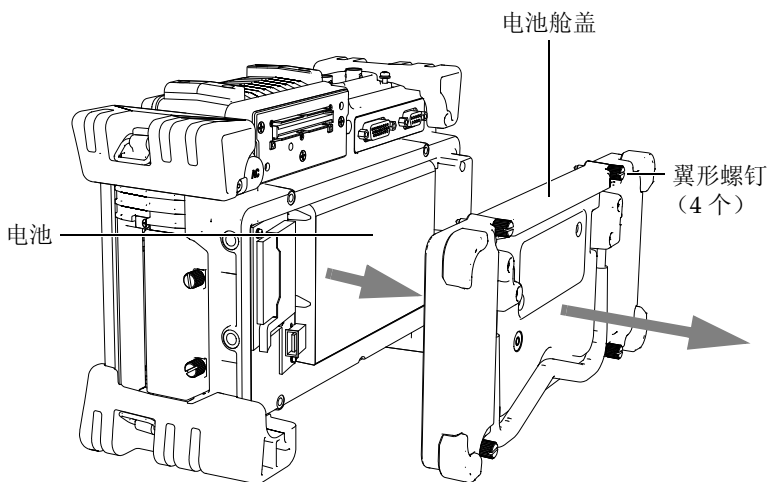

图 2-5 打开电池舱
电池被放置于可以从 EPOCH™ 1000 系列仪器后部打开的电池舱内（参见第 39 页的图 2-5）。
2. 拧下仪器后面电池舱盖上的 4 个翼形螺钉（参见第 39 页的图 2-5）。